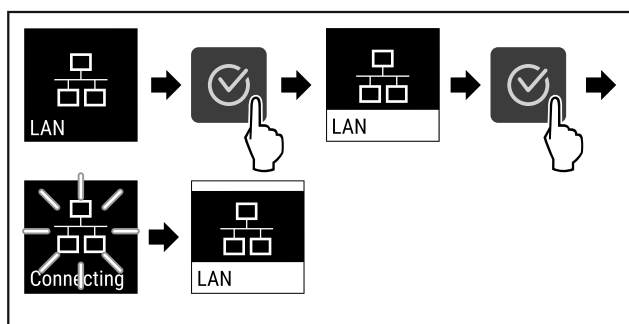

Fig. 80
- Stappen (zie Fig. 80) uitvoeren.